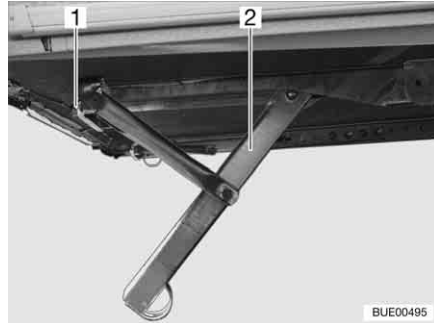
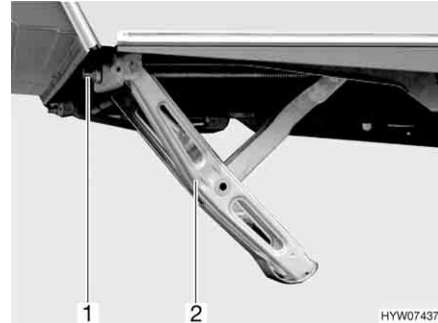

Fig. 18 Stabilisateur abaissé (variante 1)
Fig. 19 Stabilisateur abaissé (variante 2)
- Pour cela, placer la manivelle livrée en série avec la caravane sur l'écrou à six pans (Fig. 18,1 ou Fig. 19,1) du stabilisateur (Fig. 18,2 ou Fig. 19,2).